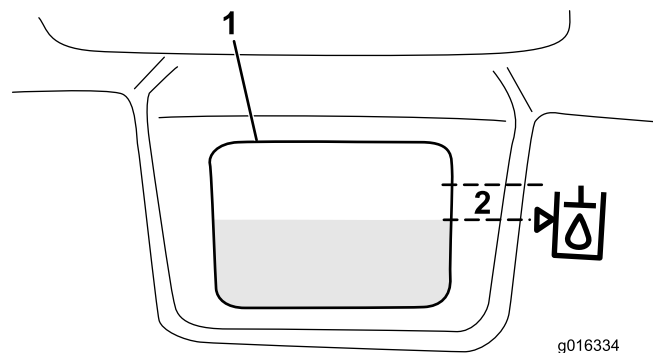

図 31
3. Slowly fill the reservoir with the appropriate 油圧オイルタンクに、適切な油圧オイルを入れる；オイルの高さが、油圧オイルタンクの前側面についている確認窓の横にある矢印から6mm以内にくるまで入れる (図 31)。入れすぎないこと。